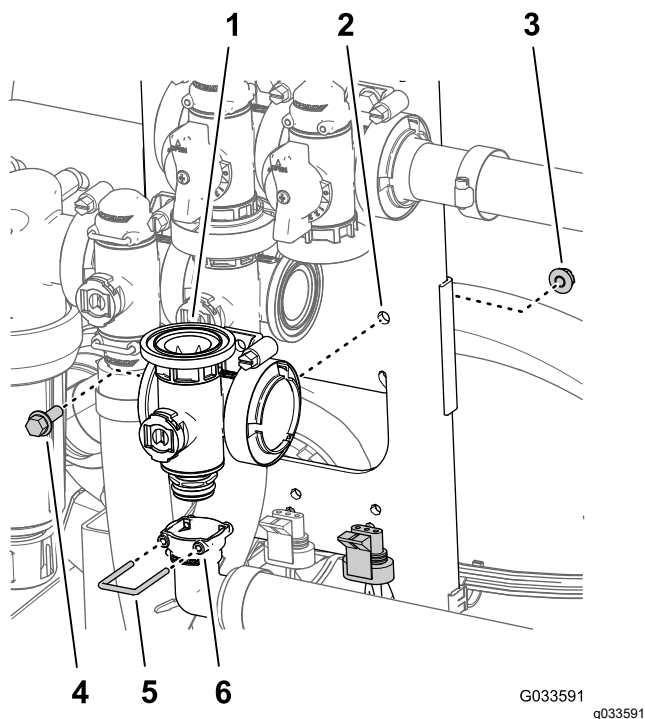

Figura 118
- Îndepărtați opritorul care fixează fittingul de ieire la 90° de cuplajul colector pentru supapa braului principal (Figura 118).
3. Îndepărtați urubul cu guler ($\frac{1}{4} \times \frac{3}{4}$ ") i contrapiulia cu guler ($\frac{1}{4}$ ") care fixează supapa braului principal la suportul de montare a supapei i îndepărtați colectorul supapei de la mână (Figura 118).